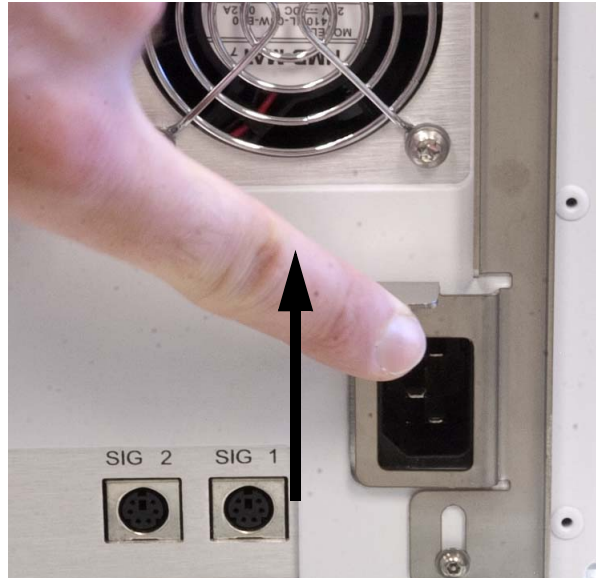

Figura 3 Conector del cable de alimentación
- 6 Levante el soporte de seguridad y enchufe el cable de alimentación en la parte posterior de la estructura principal (Figura 3).